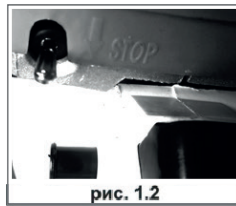

рис. 1.2
2. Установите выключатель зажигания в положение "ВКЛ" - См. Рис. 1.2.